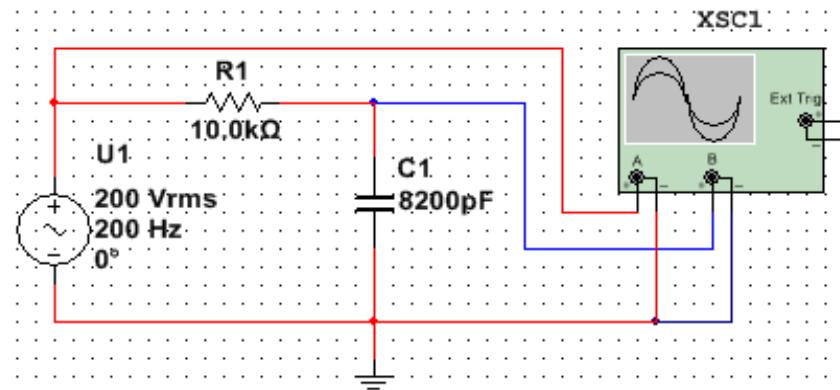

Рис. 2.6.3. Схема для измерения ФЧХ
1. Соберите на рабочей области схему, показанную на рис. 2.6.3. Теперь вместо вольтметра нужно подключить двухканальный осциллограф.
5. Соедините осциллограф проводниками, как на рис. 2.6.3.